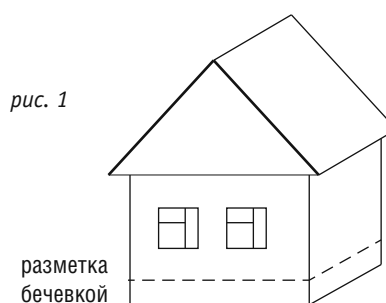

рис. 1
1. Необходимо выставить горизонт по периметру дома и с помощью шнуровки сделать разметку дома (рис.1), также по желанию, можно установить отлив.